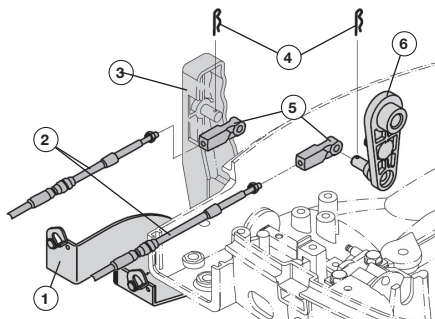

Рис. 12 Подключение тросов к мотору
5. Закрепите тросы переключения передач и управления дроссельной заслонкой на рычагах, оболочки тросов закрепите в кронштейне (Рис. 12).